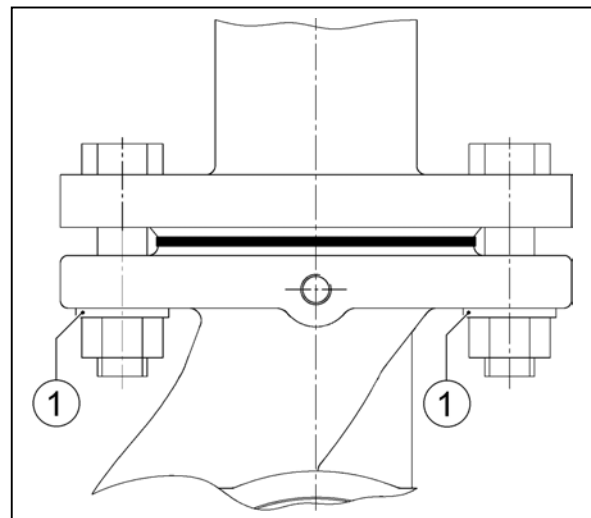

Рис. 4
- При монтаже насоса с комбинированным фланцем PN 6/10 следует придерживаться следующих рекомендаций (Рис. 4):
2. Между болтами/гайками и комбинированным фланцем следует обязательно применять прокладные шайбы (Рис. 4, Поз. 1).